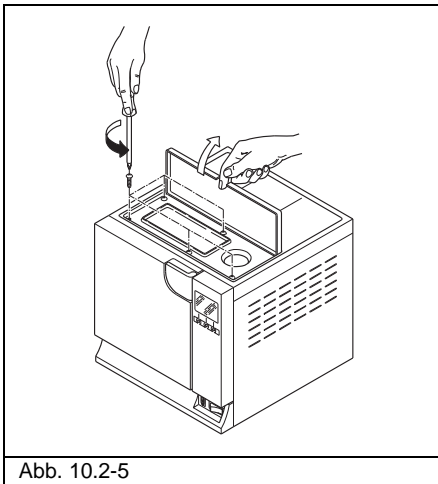

Abb. 10.2-5
- Die 5 Schrauben abschrauben (Abb. 10.2-5);